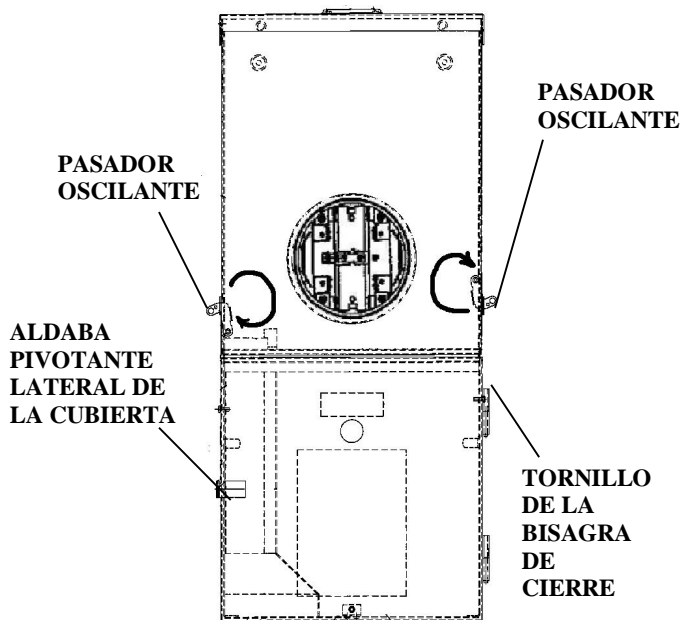

Figura 1
1. Retire las cubiertas frontales (Figura 1)